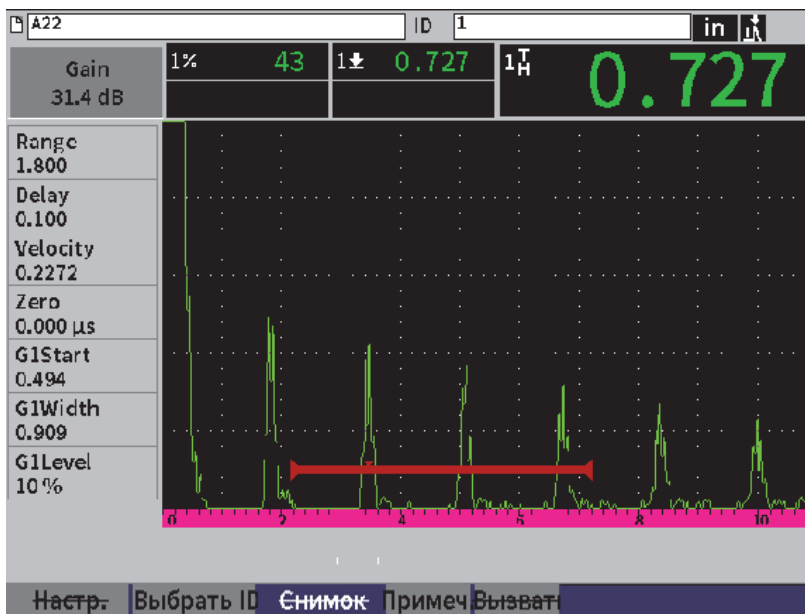

Рис. 9-9 Цифровые данные и А-скан сохраненного файла
1. На экране А-скан, с помощью ручки регулятора выделите кнопку **СНИМОК** (см. Рис. 9-9 на стр 136).